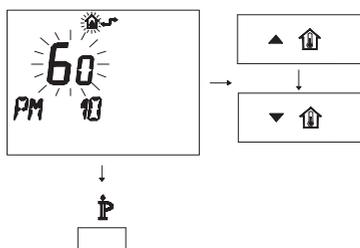

Figura 5.66
- Per modificare il SET programmato agire sui pulsanti ▲ **⏸** o ▼ **⏸** e aspettare che il numero programmato cominci a lampeggiare (Figura 5.66).